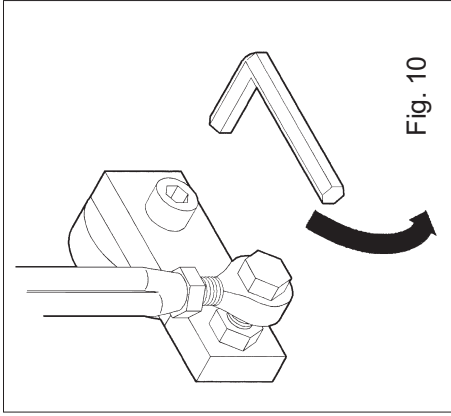

Fig. 10
- 6) Dévisser la vis du levier de commande (fig.10).
- 6) Desatornillar el tornillo en la palanca mando. (fig.10)